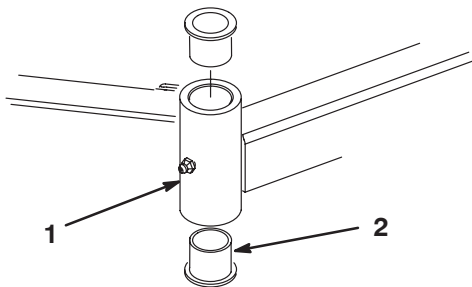

Bild 80
4. Stecken Sie einen Treiberdorn in die Ober- oder Unterseite des Befestigungsrohrs und treiben die Büchse aus dem Rohr (Bild 80). Treiben Sie dann die andere Büchse aus dem Rohr heraus. Reinigen Sie die Innenseite der Rohre.